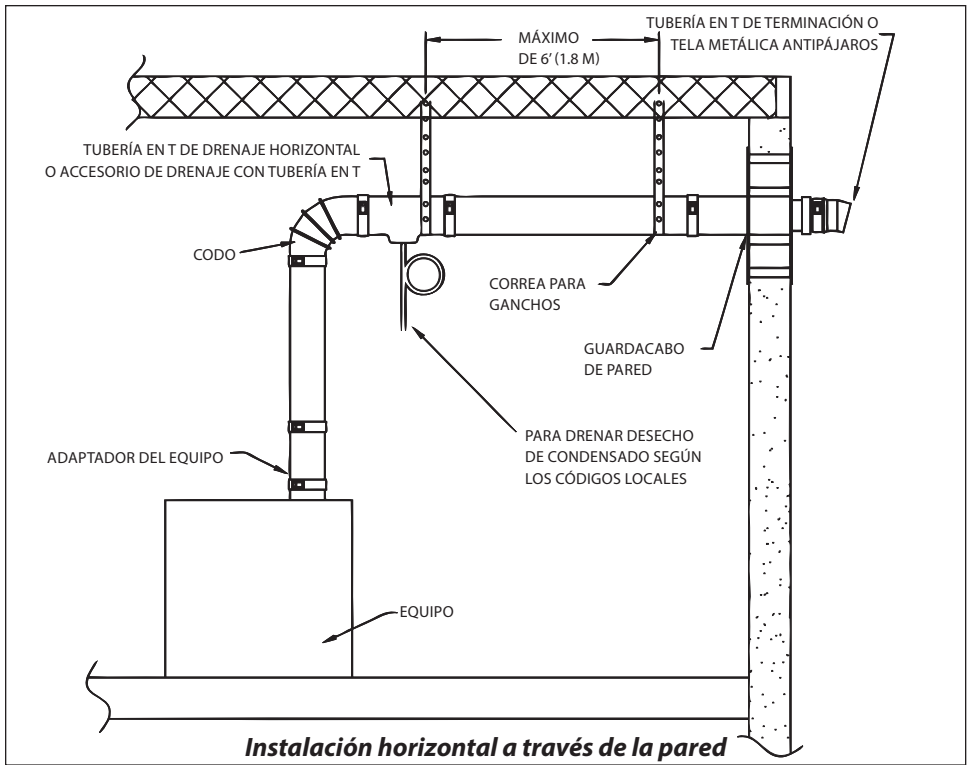

Figura 3
- Para una instalación horizontal típica a través de la pared, consulte la **Figura 3**. Al colocar la ventilación a través de una pared lateral, termine el sistema a no menos de 12" (30.48 cm) por encima del suelo y por encima de la línea de nieve en zonas geográficas en las que se acumula nieve. El área de terminación debe mantenerse libre de nieve y hielo en todo momento.